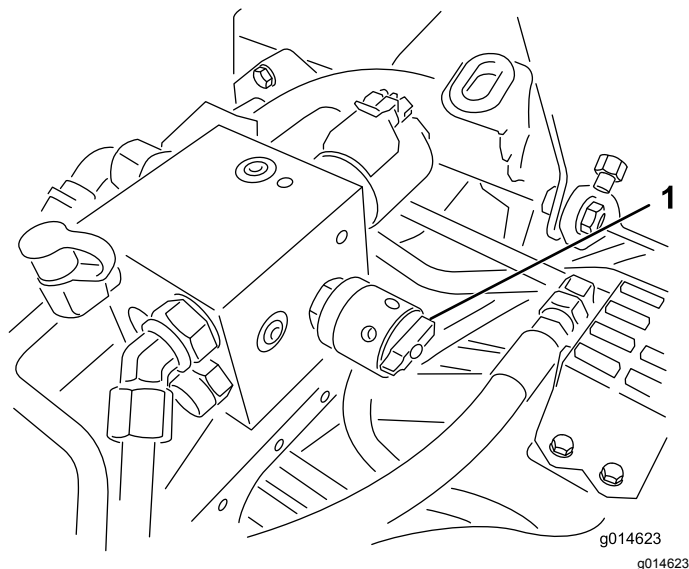

Figura 50
4. Ajuste a velocidade dos cilindros, rode o manípulo (**Figura 50**) até que as setas indicadoras fiquem alinhadas com o número que determinou no passo 3.